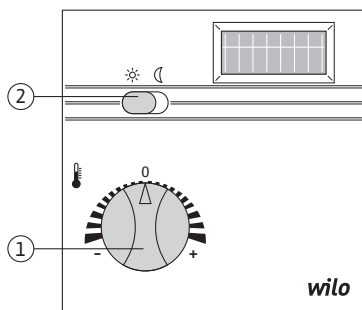

Fig. 31: Bedienung des Funk-Raumtemperaturreglers
- Vor der endgültigen Montage des Funk-Raumtemperaturreglers testen, ob eine Funkverbindung besteht. Dazu den Drehknopf (Fig. 31, Pos. 1) voll nach links bzw. rechts drehen und beobachten, ob die Pumpe reagiert. Eine Reaktionszeit von bis zu 100 s ist dabei normal.
Die gewünschte Raumtemperatur wird am Drehknopf eingestellt (Fig. 31, Pos. 1). Die Nullstellung entspricht 21 °C. Über den Drehknopf kann die Solltemperatur verändert werden im Bereich von ca. +16 °C bis +26 °C (Rechtsdrehung: Erhöhung der Temperatur um bis zu 5 K) (Linksdrehung: Absenkung der Temperatur um bis zu 5 K)
Über den Schiebeschalter (Fig. 31, Pos. 2) kann zwischen Tagbetrieb (Stellung ☀) und Nachtbetrieb (Stellung ☾) gewechselt werden. Im Nachtbetrieb wird die am Drehknopf eingestellte Solltemperatur auf 17°C abgesenkt (unabhängig vom eingestellten Sollwert).